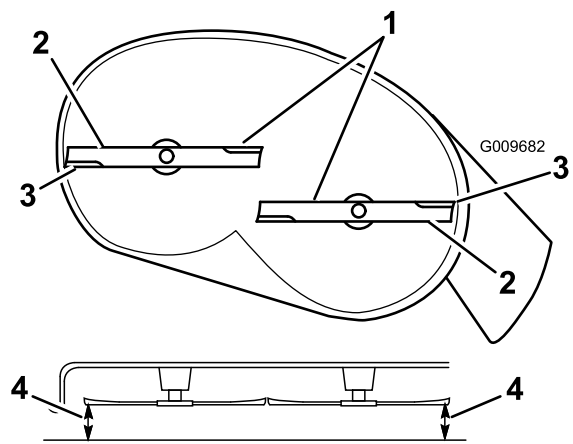

Figura 57
4. Gire cuidadosamente las cuchillas hasta que estén todas orientadas lateralmente (Figura 57).
5. Mida entre los bordes de corte exteriores y la superficie plana (Figura 57).